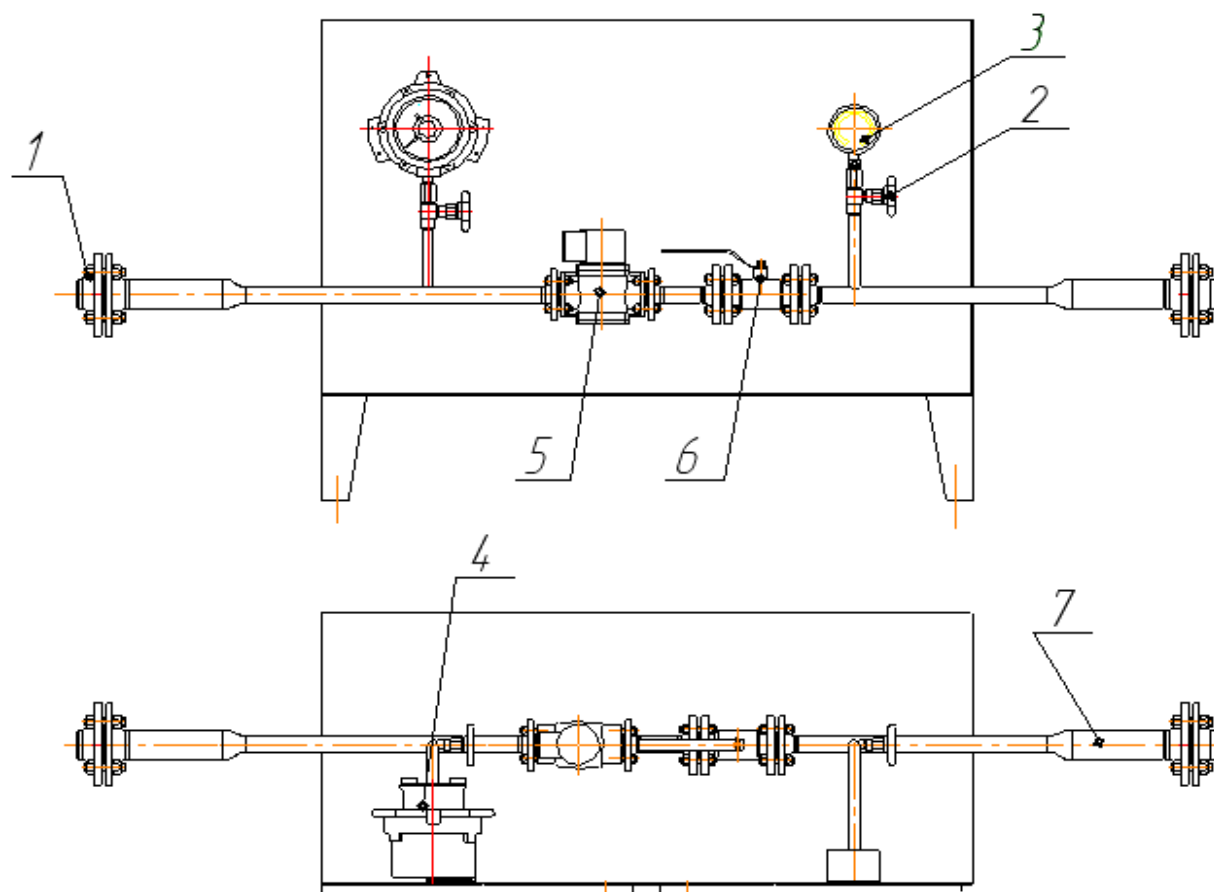

Рисунок 1- Блок запорно-регулирующий
3.1. Блок запорно-регулирующий (БЗР) (рис.1) устанавливается на линии подачи топливного газа к дежурным горелкам. Обеспечивает контроль давления газа, автоматическую подачу газа и перекрытие потока в случае аварийной ситуации. Блок смонтирован в шкафу.